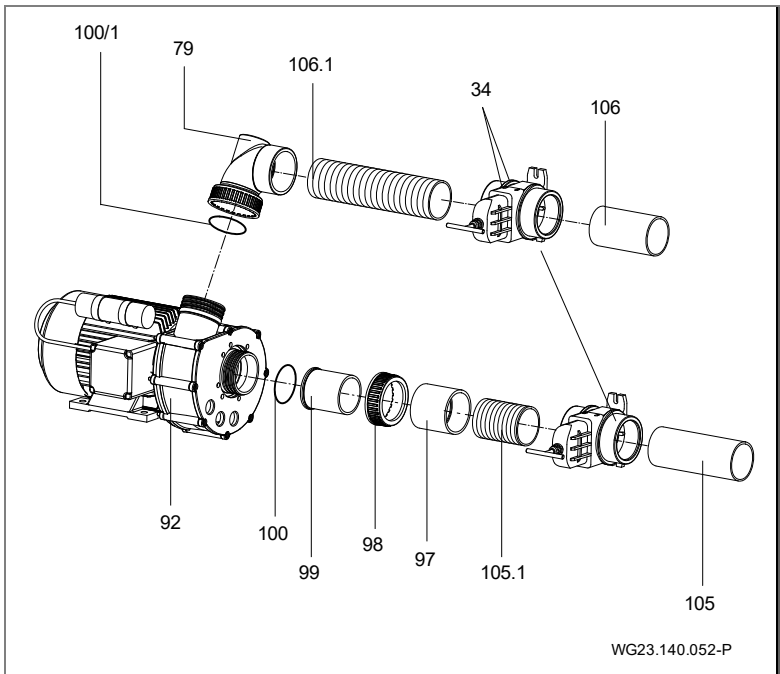

Fig. 22
12. Primavera: Con un martello di gomma ed un telo di protezione fissare i cappucci della regolazione della portata (21/1) e della regolazione dell'aria (111). (Fig. 22)